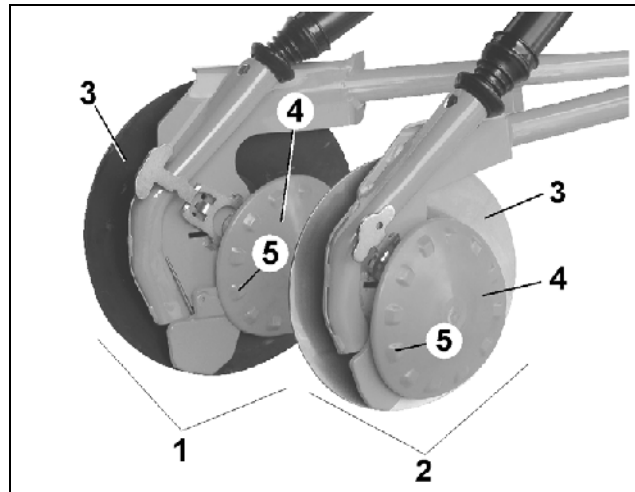

Fig. 19
- RoTeC-skær (Fig. 19/2)
- RoTeC +-skær (Fig. 19/1)
**AMAZONE's** RoTeC-skær egner sig til såning efter plov samt til såning i forbindelse med reduceret jordbearbejdning. Sårillen formes ved hjælp af stålskiven og støbejernselementet. Bagsiden af stålskiven renses ved hjælp af en fleksibel polyuretan-skive (PU) (Fig. 19/4), der presses imod stålskiven. Dupperne (Fig. 19/5) sørger for ekstra drev.
Plastskiven (Fig. 19/4) fungerer samtidig som dybdebegrænsningskontrol, idet den ruller henover jorden og begrænser såskærets indtrængning i jorden. Sådybden kan justeres i tre trin fra 2 til 4 cm (Kap.11.5.2). I forbindelse med dybdesåning (4 cm eller derover) kan dybdebegrænsningsskiverne nemt afmonteres.